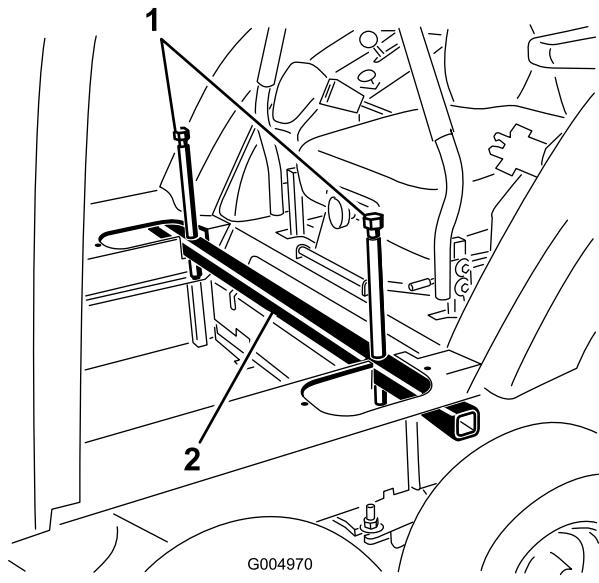

Рисунок 80
29. Установите подъемную трубу кабины в вырезы в полу кабины (Рисунок 80).